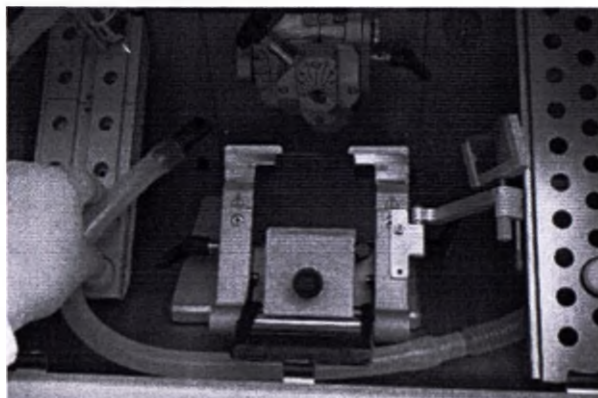

Рисунок 9.1
4. Чтобы удалить загрязнения из других мест камеры, отсоедините шланг комплекта фильтра от держателя лезвий (Рисунок 9.1) и подключите к шлангу дополнительную насадку для вакуумного шланга